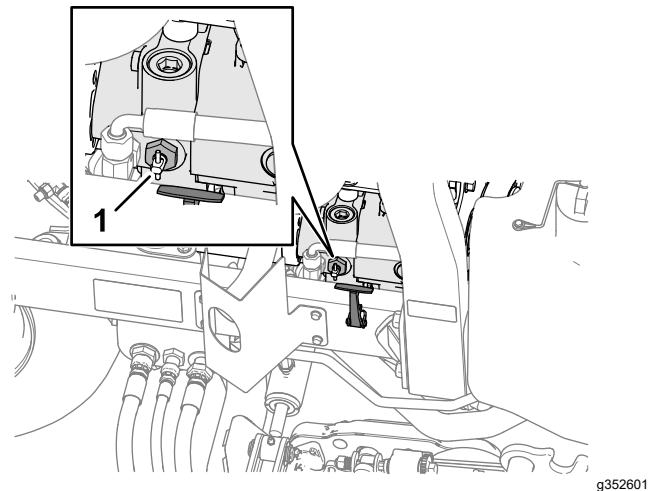

Figure 47
2. Près du loquet du capot droit, tournez la poignée de la vanne de dérivation sur la pompe de 90° (Figure 47).